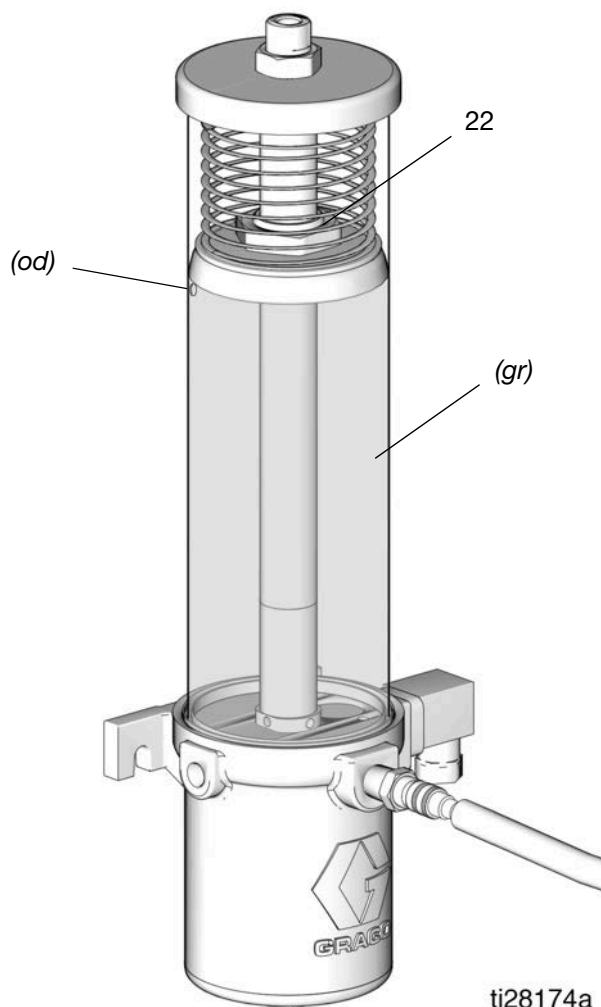

FIG. 5
- Dispense grasa poco a poco desde la bomba de llenado hasta el depósito hasta que la grasa del depósito levante el plato seguidor (22) por encima del orificio de drenaje (od) del depósito, comience a salir grasa por el orificio de drenaje (od) y salga aire del interior del depósito (FIG. 5).